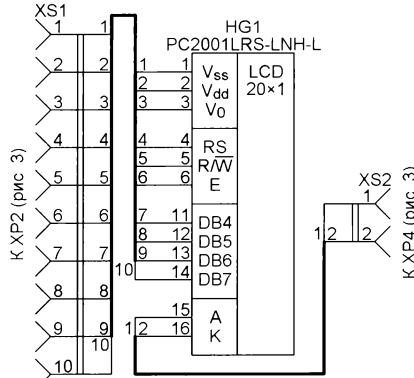

Рис. 4
Схема подключения ЖКИ HG1 к разъёмам ХР2 и ХР4 основной платы изображена на рис. 4. ЖКИ PC2001LRS-LNH-L выбран благодаря необходимому числу знакомест (20) в единственной строке и их высоте (14,54 мм). Габаритные размеры этого ЖКИ — 180×40 мм. Информация на его экране при использовании подсветки легко читается в любое время суток с расстояния до 3...4 м.
на схемах рис. 3 и рис. 4 разъёмы. Длина соединяющего индикатор и плату десятипроводного плоского кабеля — не более 150 мм. Провода на одном его конце припаяны непосредственно к контактным площадкам на плате ЖКИ, а на другом конце установлен разъём IDC-10. Двухпроводный плоский кабель подсветки экрана ЖКИ на конце, присоединяемом к основной плате, оснащён разъёмом BLS-2.